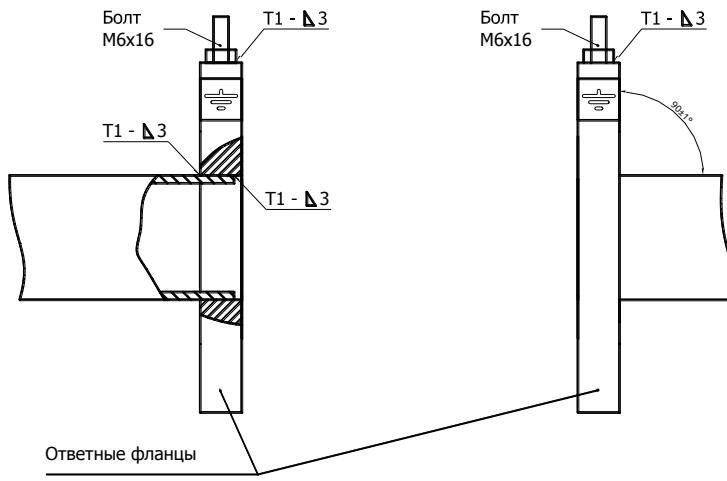

Рис. 8.5
8.3.5 К прямолинейным участкам трубопровода приварить фланцы в соответствии с ГОСТ 12820-80, при этом угол между осью трубопровода и плоскостью фланца должен быть $90\pm1^\circ$. Фланцы следует приваривать таким образом, чтобы после установки расходомера (ППР) ось электродов ППР лежала в горизонтальной плоскости (допустимое отклонение от линии горизонта $\pm10^\circ$). При монтаже ответных фланцев необходимо приварить болт заземления к верхней части монтируемого фланца (см. рис. 8.5).